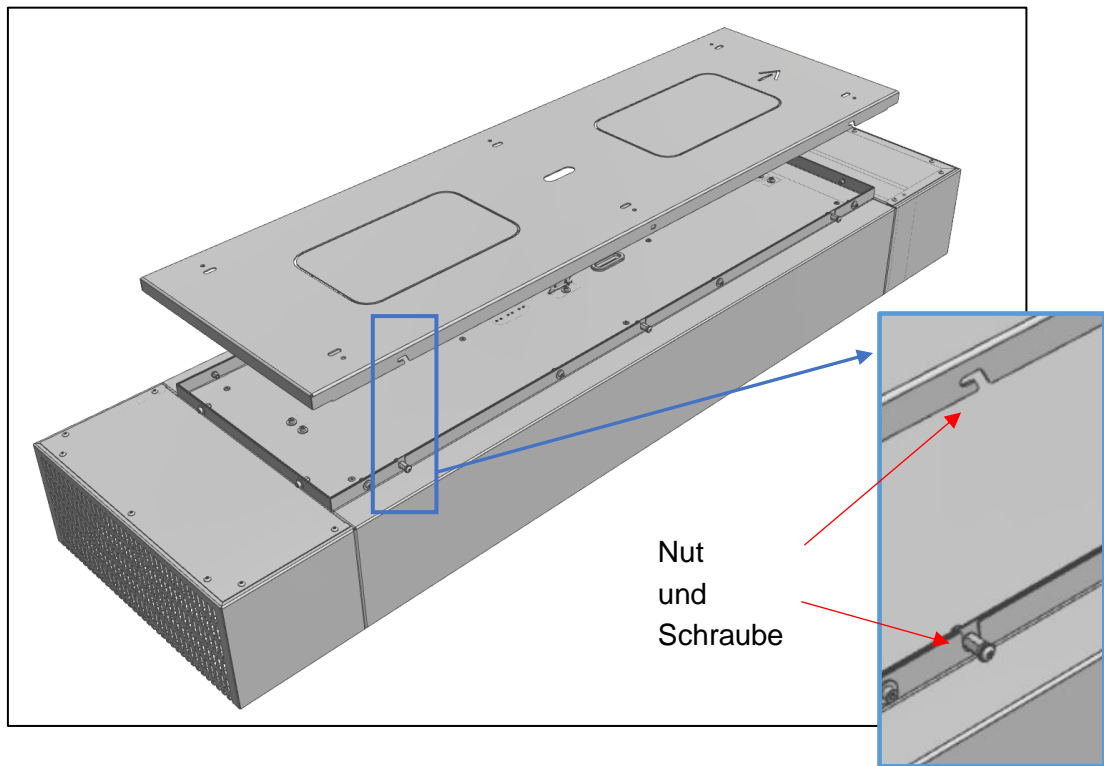

Abbildung 7 Explosionsansicht V-Lab300-LT und Montageplatte
6. Hängen Sie das Gerät in die Montageplatte ein und stellen Sie sicher, dass die 4 Schrauben in die Nuten an der Montageplatte gleiten (Abbildung 7).